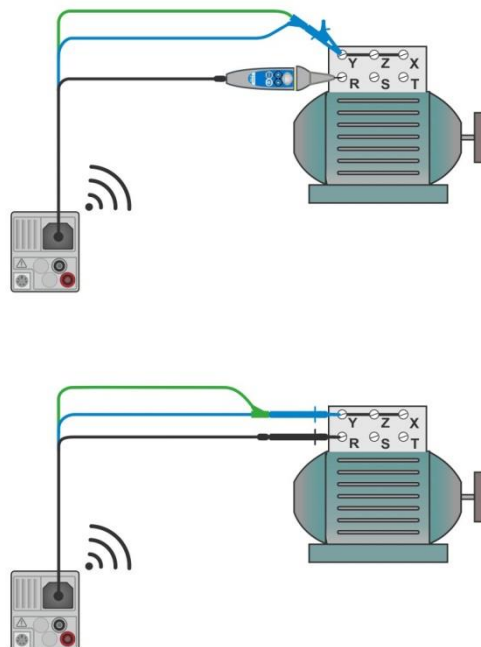

Abbildung 7.22: Anwendungen Commander-Prüfspitze und 3-Leiter Prüfadapter
- › Schließen Sie die Prüflleitungen am Prüfling an, siehe **Abbildung 7.22**.